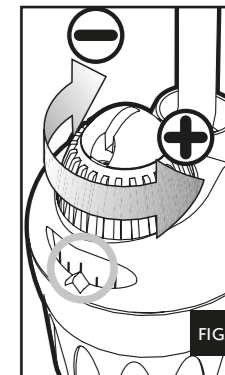

FIG. 4
- 3- Turn the blue control knob until the desired temperature shows up in the scale window (fig. 4). Leave the heater to stabilise for about one full day and check the temperature of the water with a precision thermometer.
- 3- Tourner le bouton de réglage jusqu'à ce que la valeur choisie soit en face du point de repère (fig. 4). Laisser fonctionner pendant 24 heures. Prendre la température avec un thermomètre de précision.
- 3- draai de blauwe draaieregelaar om het gewenste water temperatuur te kiezen (afb. 4). Laat u de staafverwarming minimaal gedurende 24 uren draaien, controleer dan het watertemperatuur doormede een precisie thermometer.
- 3- Gire el botón de regulación hasta que el valor seleccionado esté frente al punto de referencia (fig. 4) Déjelo funcionar durante 24 horas. Tome la temperatura con un termómetro de precisión.